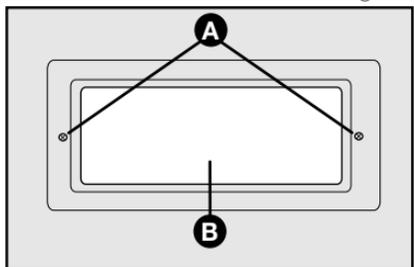
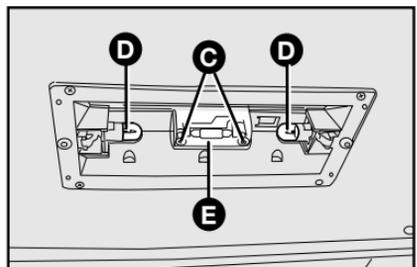

fig. 26
fig. 27
**fig. 26 y fig. 27**
Para sustituir una lámpara ámbar **D-fig. 27**:
Utilizando una llave phillips, suelte los tornillos **A-fig. 26** y suelte la tapa reflectora **B-fig. 26**.
Para sustituir una lámpara azul **E-fig. 27**: